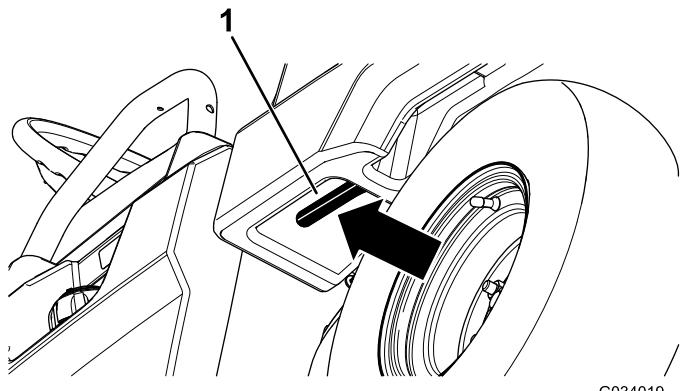

図 21
1. 荷台内側左にあるレバーを引いて荷台を持ち上げる図 21。
1. ラッチバーを引き上げて荷台を少し持ち上げる図 21。